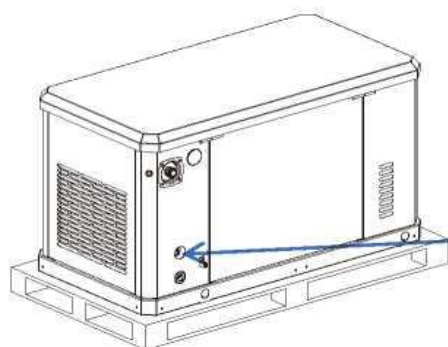

Figura 5-3
Véase **Figura 5-3**. El generador requerirá una válvula manual externa de corte de combustible (A) en la línea de combustible.